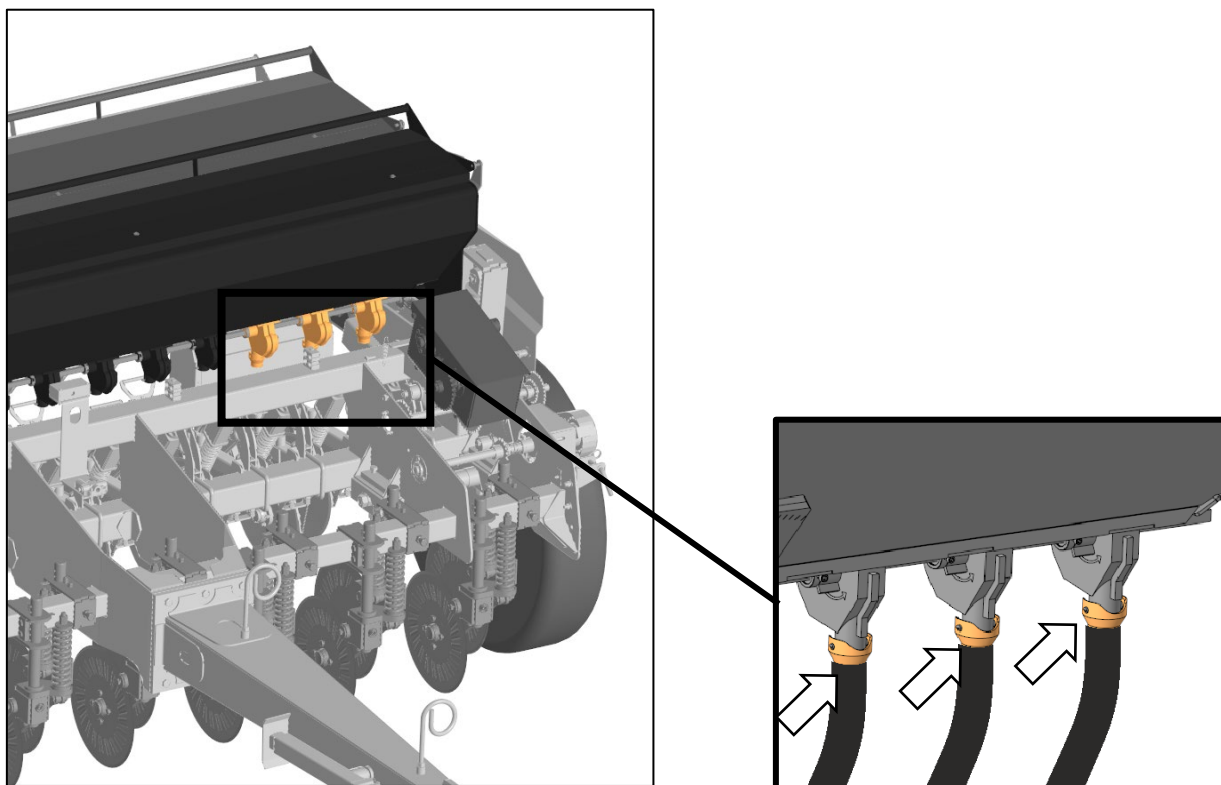

Рисунок 21 – Зона работы трёх первых дозаторов
1. Заполнить бункер посевным материалом в зоне работы трёх первых дозаторов, рис.21.
3. Отсоединить семяпроводы от трёх первых дозаторов (семяпроводы с быстросъёмными соединениями), рис.21.